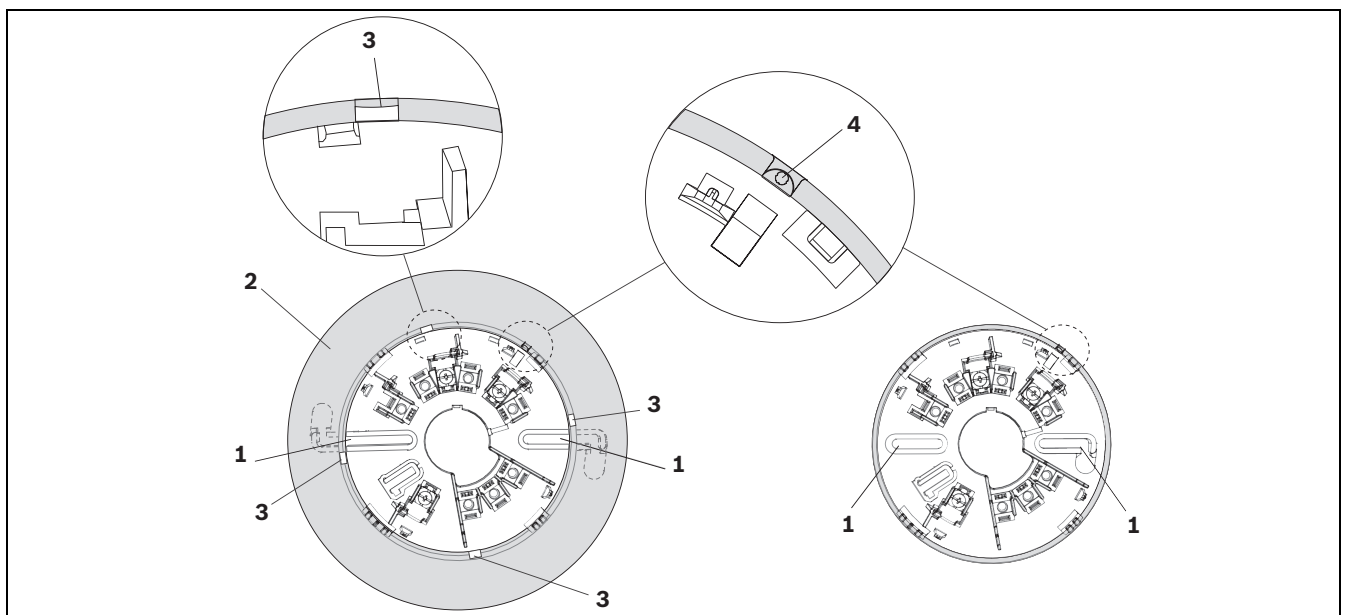

Figura 3.1 Bases de montaje de 6 y 4 pulgadas
1. Monte la base a través de los dos orificios de montaje rectangulares (consulte la *Figura 3.1*, posición 1). Si monta el detector con una base de 6 pulgadas, en primer lugar retire la carcasa (2) de la base de montaje. Para ello, utilice un destornillador y libere las 4 pestañas (3).
3. Gírela en el sentido de las agujas del reloj hasta que el cabezal del detector se ajuste en su sitio y se alinee con la ranura semicircular (4).